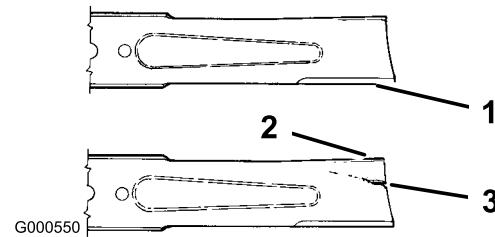

Figura 33
1. **Inspeccione los filos de corte (Figura 33).** Si los bordes no están afilados o tienen mellas, retire las cuchillas y afílelas; consulte Cómo afilar las cuchillas.
2. **Inspeccione las cuchillas, especialmente la parte curva (Figura 33).** Si observa daños, desgaste o la
formación de una ranura en esta zona (elemento 3 en la Figura 33), instale inmediatamente una cuchilla nueva.